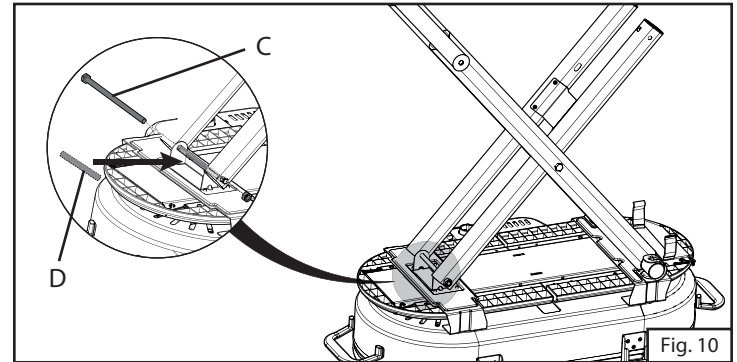

Fig. 10
7. Fixez le pied de la poignée à la base du grill avec le boulon C et l'espacer D. (Fig. 10)